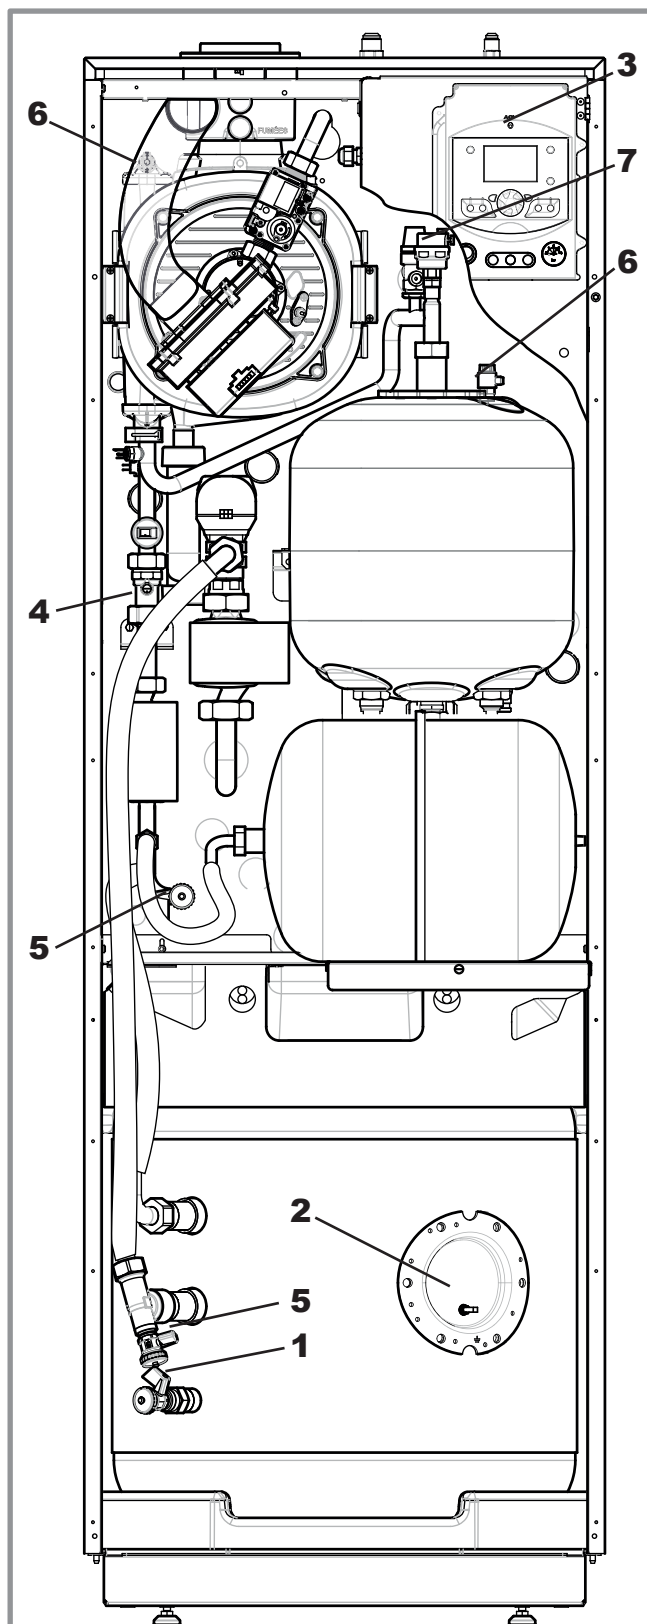

figure 69 - Vidange du module hydraulique et/ou du ballon sanitaire
- Débrayer le clapet antiretour (rep. 4, figure 69).